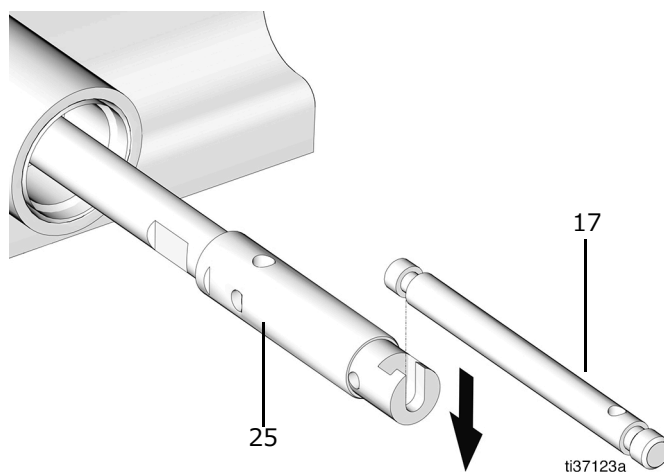

図 60
15. シャベルロッド (17) をポンプピストン (25) 溝の中に配置します (図 60)。